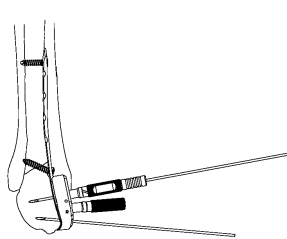

図17-1
1.3 ガイドピンスリーブ2.5を挿入した2.5 ドリルスリーブ (T) をスクリューホールに取り付け、1.3 ガイドピンを刺入します。(図17-1)